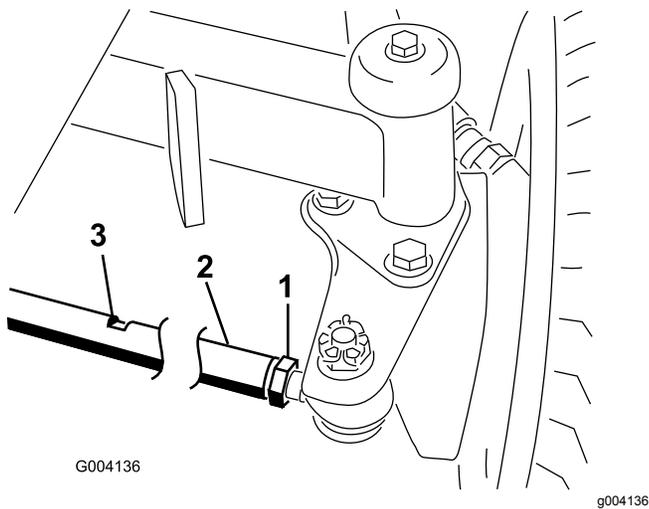

Figure 55
2. Desserrez l'écrou de blocage à chaque extrémité de la biellette (Figure 55).